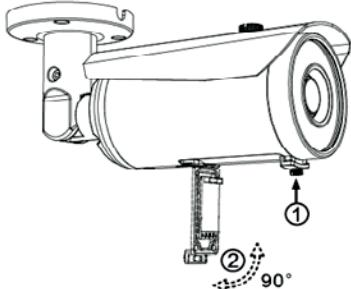
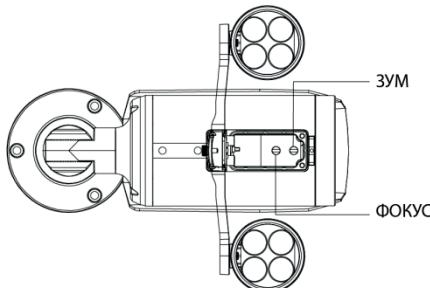

Рис. 3
Рис. 4
- Элементы настройки угла обзора и резкости находятся в нижней части корпуса под люком (рис.3). Для осуществления настройки ослабьте винт 1 и откройте люк 2, ближе к объективу будет находиться винт настройки угла обзора, затем – винт настройки фокусировки (рис.4).